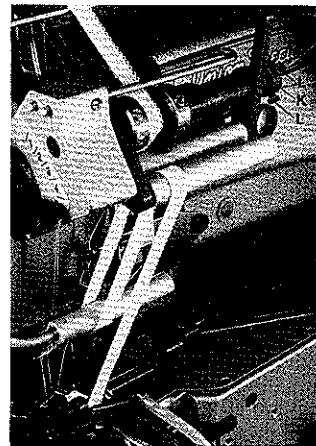

Fig. 60
By turning collar (K, Fig. 60) the pressure on the tension roller can be changed. For adjustment loosen the two screws (L, Fig. 60) in collar. Turning collar clockwise reduces the pressure, turning it counterclockwise increases the pressure. Retighten screws (L).
Durch verdrehen des Stellrings (K, Fig. 60) kann der Druck der Spannrolle verändert werden. Zur Einstellung lösen Sie die beiden Schrauben (L, Fig. 60) im Stellring. Drehen des Stellrings im Uhrzeigersinn verringert den Druck, drehen im Gegenuhrzeigersinn verstärkt ihn. Ziehen Sie die Schrauben (L) wieder an.